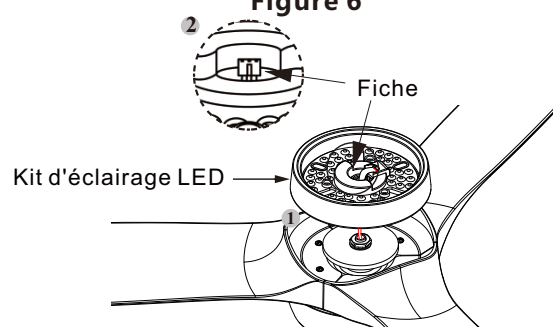

Figure 7
**Étape 2:** Faites passer le fil électrique du moteur à travers le trou du kit d'éclairage, puis connectez la fiche comme indiqué sur le schéma. (Voir fig. 7)